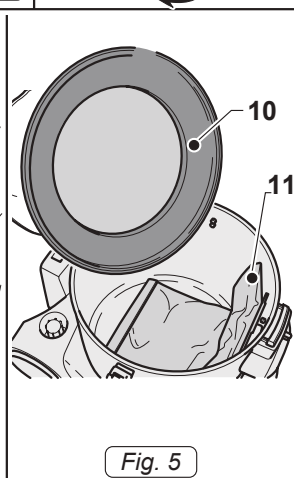

Fig. 5
- Rimuovere il filtro (10 Fig. 5) in poliestere.
- Controllare, se presente, che all'interno dell'apparecchio sia montato il sacchetto in carta (11 Fig. 5).
- Se il sacchetto in carta (11 Fig. 5) non è presente, montarlo, se necessario, agendo come segue:
- Rimontare il filtro (10 Fig. 5) in poliestere.